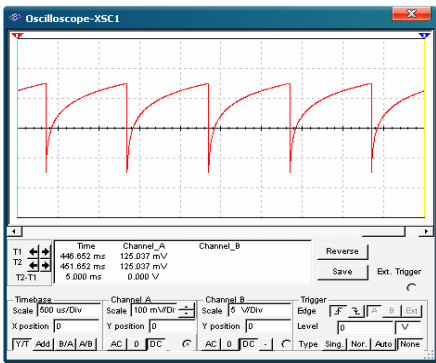

图 5-123 指数上升函数波形
2) 设置完毕，单击仿真开关，通过示波器观察波形如图 5-123 所示。
(4) 指数下降函数波形